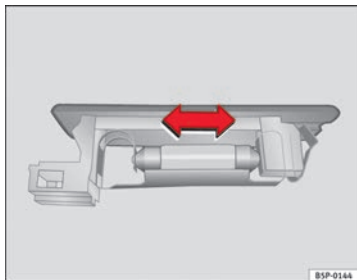

Abb. 175 Gepäckraum-
- Drücken Sie die Lampe zur Seite und nehmen Sie sie aus ihrer Halterung heraus ⇒ Abb. 175.